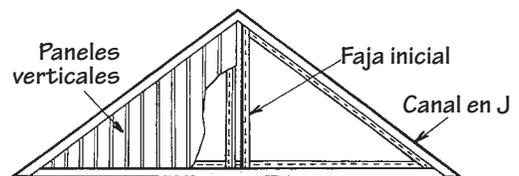
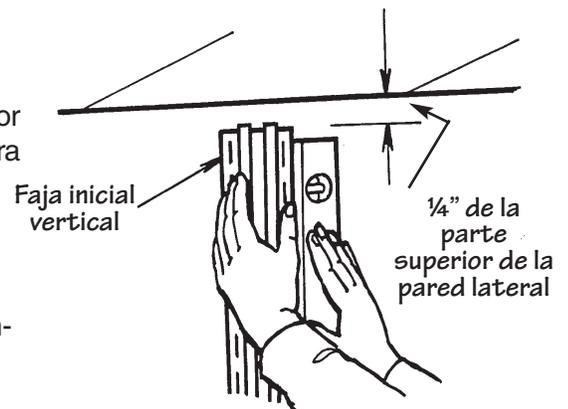

Figura 61.
Figura 62.
- Localice el centro de la pared hastial y use un nivel o una plomada para sujetar una o dos fajas iniciales regulares colocadas con la parte posterior unida, centro de acuerdo al pico del hastial (Figura 61). Deje un espacio libre de  $\frac{1}{4}$ " en la parte superior e inferior (Figura 62). Esta área debe enrasarse antes de instalar las fajas iniciales.